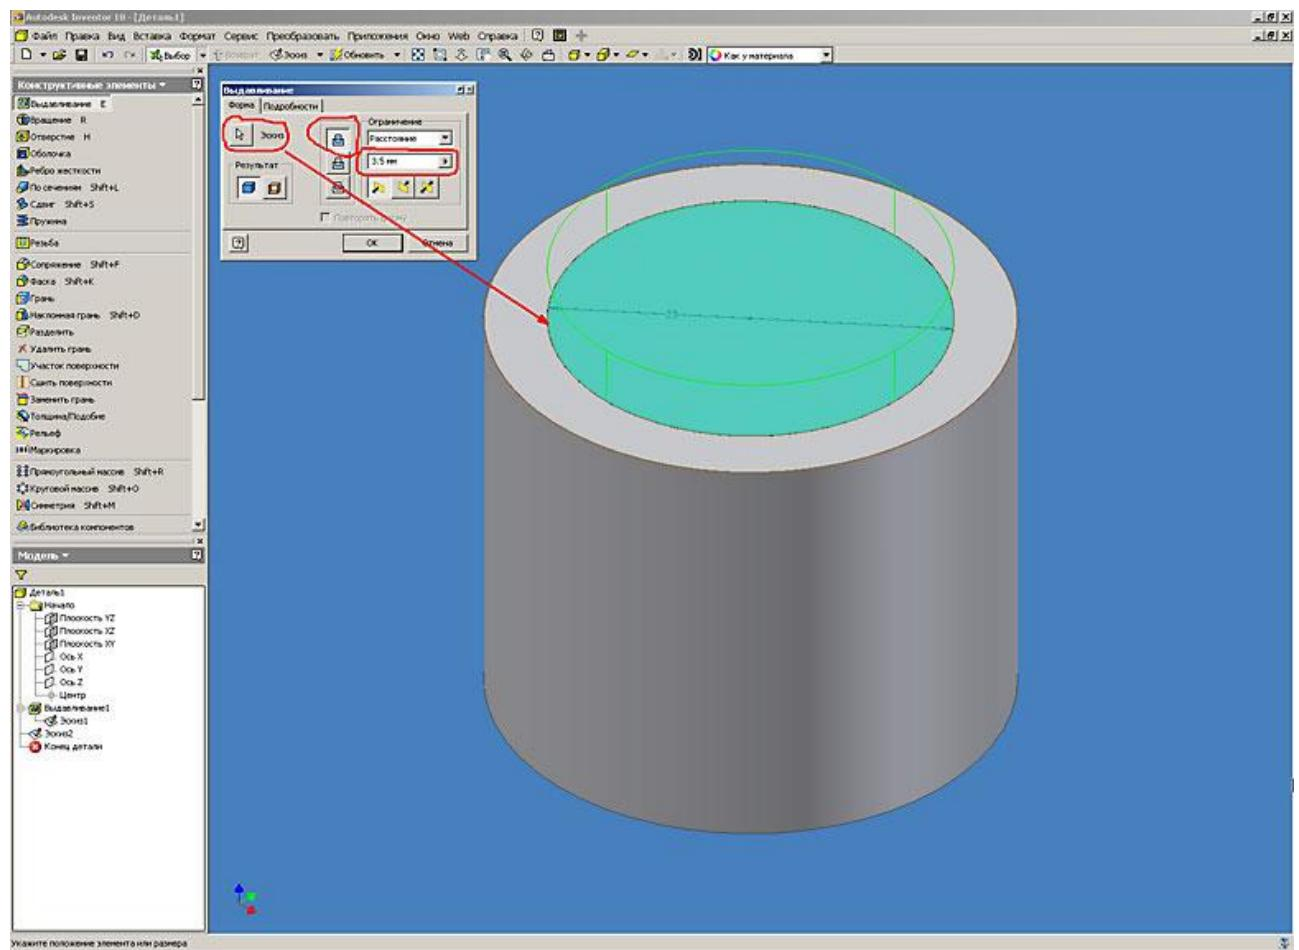

Рис. 6. Autodesk Inventor. Работа с конструктивными элементами (выдавливание)
6. Повторяем операцию “Выдавливание” для построения нового конструктивного элемента. В качестве эскиза для нового конструктивного элемента можно использовать как спроектированную, так и созданную геометрию, но в нашем случае выбираем только созданную рабочую геометрию. В качестве метода выдавливания используем “объединение”, указываем глубину выдавливания, направление и нажимаем на кнопку “Ok” (рис. 6).